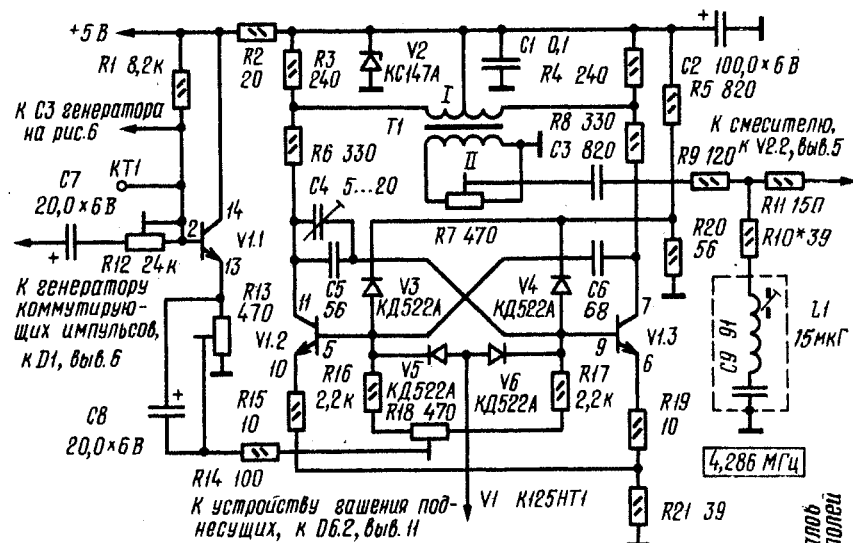

Рис. 1
**Т**очность настройки блока цветности, а следовательно, и правильность воспроизведения цветов при налаживании цветных телевизоров с использованием генератора цветных полос\* (ГЦП) в основном определяется стабильностью работы и линейностью модуляционной характеристики генератора поднесущих частот ГЦП. Улучшить эти параметры ГЦП можно, если генератор поднесущих частот собрать по схеме симметричного мультивибратора (рис. 1). Мультивибратор обеспечивает лучшие по сравнению с блокинг-генератором, применяемым ранее, стабильность начальной частоты и линейность модуляционной характеристики.
$KT1$  на рис. 1) должна быть равна соответственно 0,6 (без всплесков, вызванных действием низкочастотной предкоррекции) и 0,2 В. Амплитуду цветоразностных сигналов можно также установить и по нормальной насыщенности цветов на экране настроенного телевизора, а коммутирующих импульсов — по правильному воспроизведению белого цвета.